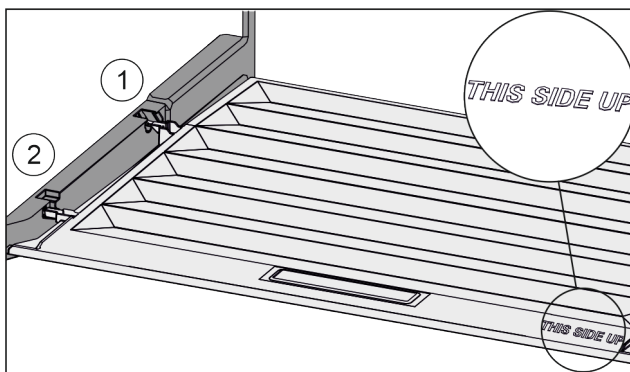

Fig. 148
- ▶ Ramiona pokrywy wprowadzić ponad otworem tylnego uchwyty Fig. 148 (1) i zażebić z przodu w uchwycie Fig. 148 (2).